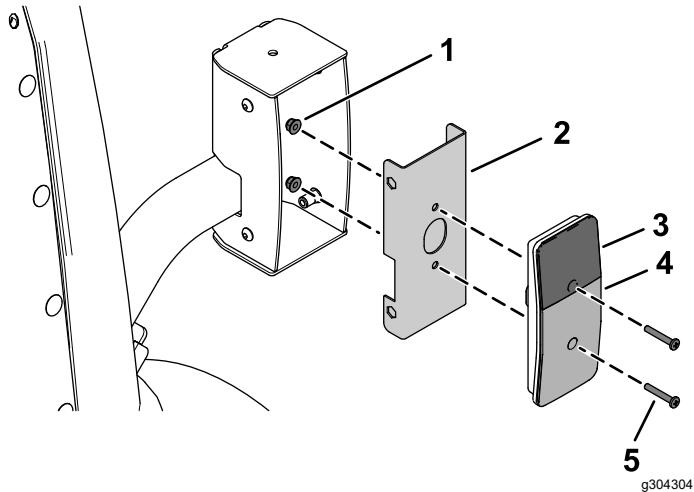
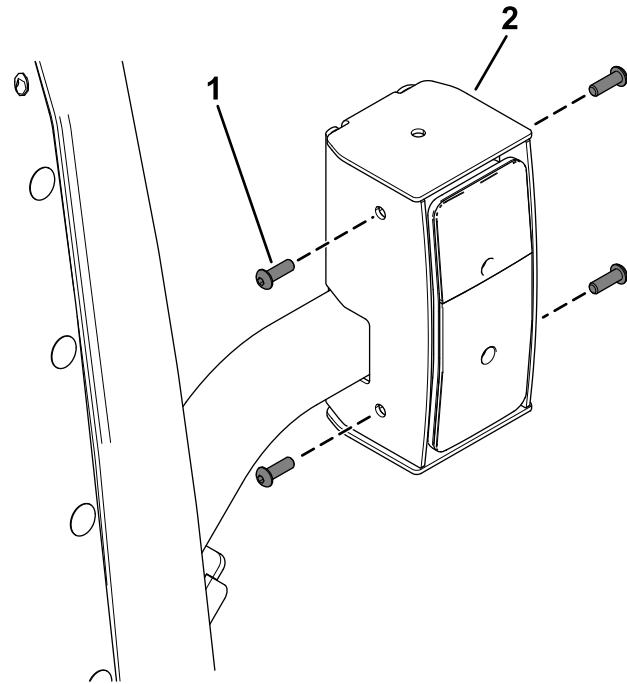

Figure 36
Figure 37
5. Fixez les feux arrière sur les supports intérieurs à l'aide de 4 vis à tête tronconique (n° 10 x 1 $\frac{1}{4}$ ") et 4 écrous à embase (n° 10), comme montré à la Figure 36.
8. Fixez les feux arrière sur leurs boîtiers à l'aide de 8 boulons à tête ronde (1/4" x 3/4"), comme montré à la Figure 37.
Veuillez à monter les feux arrière avec le verre jaune en haut (Figure 36 et Figure 37).